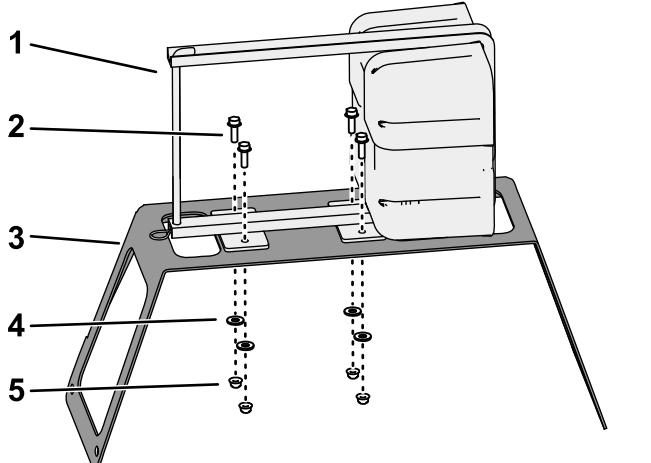

Figure 3
1. Alignez le réservoir du traceur à mousse et le compresseur sur le support, comme montré à la Figure 3.
2. Fixez le compresseur au support (Figure 3) à l'aide de 4 boulons (5/16" x 1"), 4 rondelles (3/8") et 4 contre-écrou à embase (5/16").